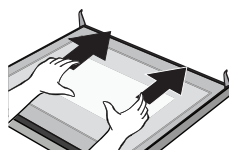

Figura 3
3. Posizionare lo sportello in piano con il coperchio superiore dello sportello verso di sé, appoggiare le mani sul vetro e tirarlo verso il forno. (Figura 3)